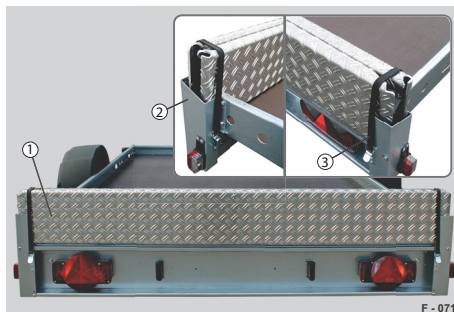

Abb. 74 Beispiel: KFT, Auffahrschienen in Fahrstellung
- ▶ Auffahrrampen (Abb. 74/1) versetzt zueinander in die Schienenführungen (Abb. 74/2) rechts / links einlegen.
- ▶ Gummiband (Abb. 74/3) über die Auffahrschienen schieben.